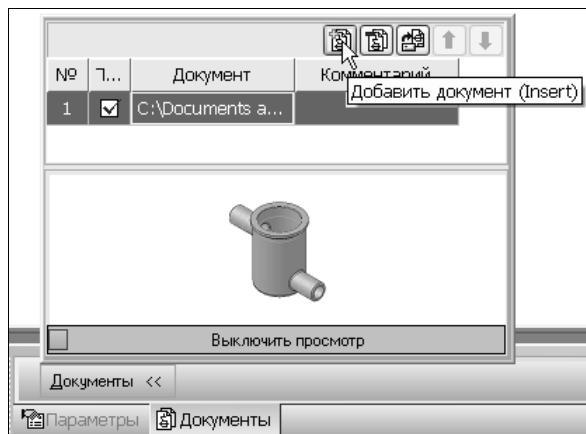

Рис. 9.111. Команда Добавить документ
1. В спецификации выделите строку с подключаемым компонентом (например, **Корпус**). Откройте вкладку **Документы** на панели свойств. Нажмите кнопку **Добавить документ** (рис. 9.111).